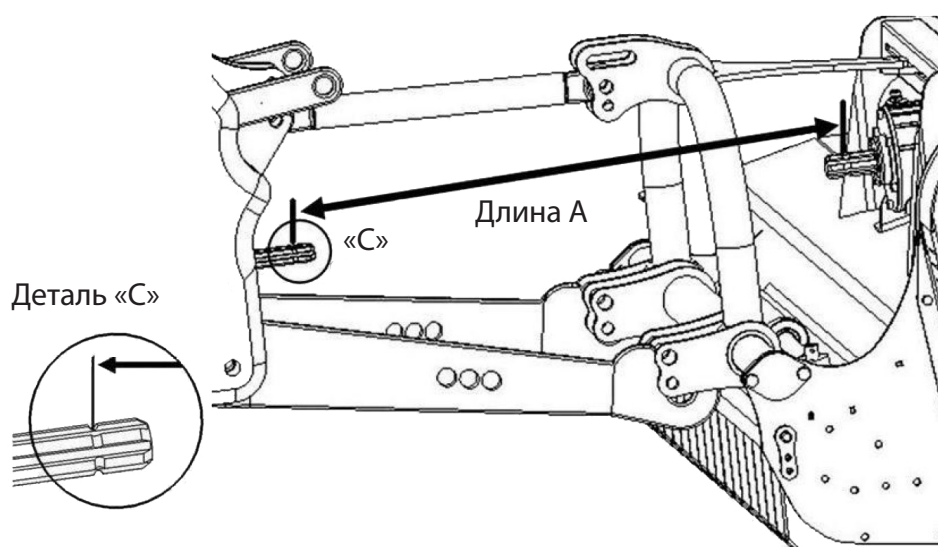

Рис. 6
- После установки трех крепежных болтов (пальцев) мы продолжаем регулировать третью (верхнюю) точку, чтобы получить самую короткую длину трансмиссии. Метрической лентой измерьте расстояние от крепежного зазора шлицевого вала ВОМ до фиксирующего зазора вала редуктора мульчера. (рис. 6, мера длины А). Это будет минимальная длина трансмиссии.
- Измерение длины А между трактором и мульчером (рис. 6): 800 мм - 80 мм = 720 мм.